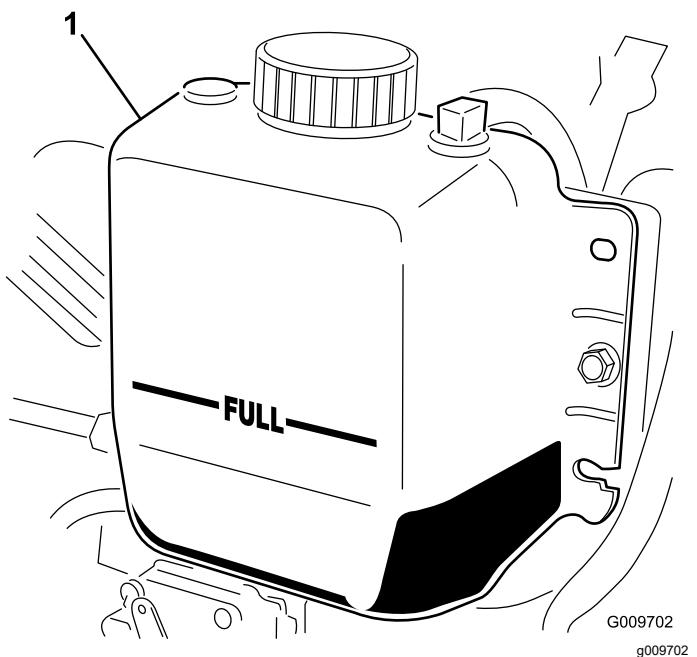

Figura 77
3. Zkontrolujte hladinu chladicí kapaliny v chladiči. Chladič musí být naplněn k hornímu okraji plnicího hrudla a expanzní nádrž ke značce HORNÍ MEZE (Figura 77).